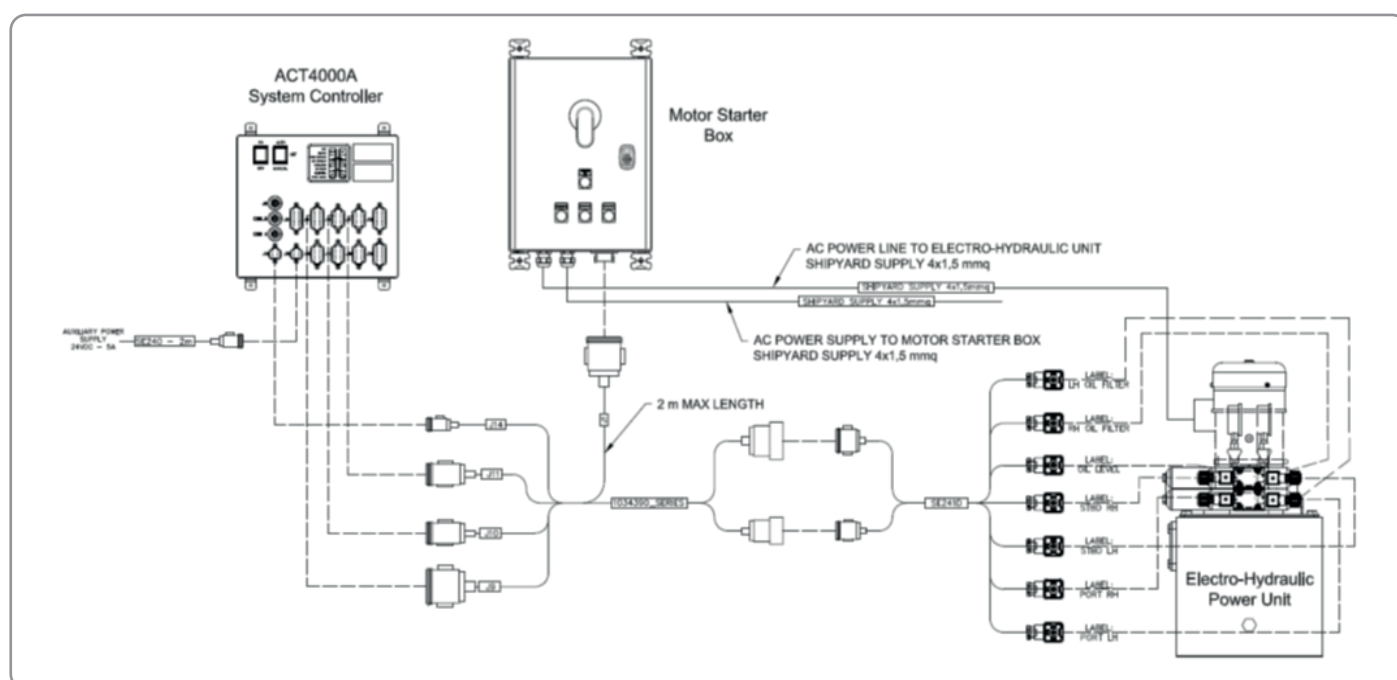

Figura 47 - Cablaggio alimentazione centralina - Tipo AC
1. Stendere il cablaggio 1034390 tra la centralina ACT4000A e la centralina elettro-idraulica, assicurando una lunghezza sufficiente da facilitare l'eventuale servizio dal lato centralina ATC4000A. Vedere Figura 47.
2. Stendere il cablaggio SE-241 tra quello 1034390 e la centralina elettro-idraulica, assicurando una lunghezza sufficiente da facilitare l'eventuale servizio dal lato centralina elettro-idraulica. Vedere Figura 47.
3. Collegare i connettori a 8 e 12 pin femmina del cablaggio 1034390 con i rispettivi connettori maschio del cablaggio SE-241. Vedere *Figura 47*.
9. Collegare il cablaggio SE-241 ai connettori sulla centralina elettro-idraulica rispettando la posizione riferita alla targhetta. La *Figura 47* indica la posizione delle connessioni sulla centralina elettro-idraulica.